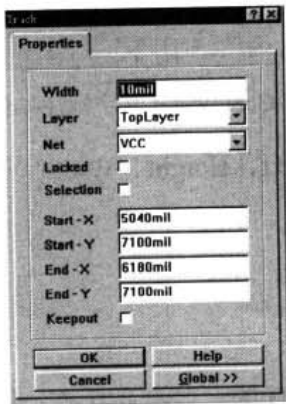

图 10-139 在 Width 文本框中输入 20mil
- (1) 运行 Protel 99 SE，打开需要修改的 PCB 文件。
- (2) 移动光标，将光标指向需要加宽的电源线、导线或是接地线。双击鼠标左键，弹出如图 10-139 所示的 Track 属性对话框，电路设计者可以根据需要，在 Width 文本框中输入线宽。